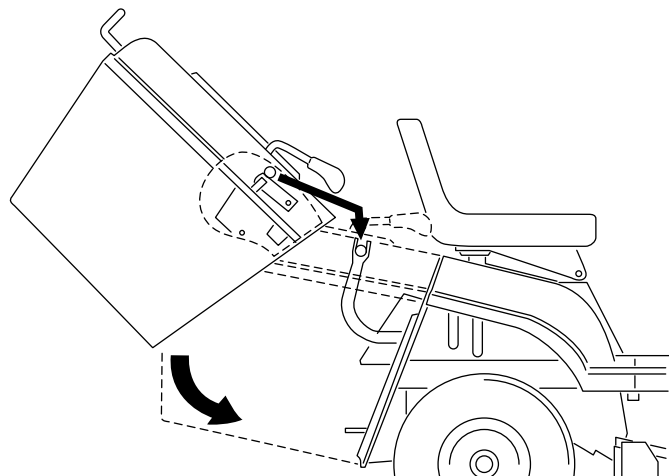

Figura 34
1. Usando ambas manos, incline el recogehierbas hacia adelante (Figura 34).
2. Incline el recogehierbas hacia adelante aproximadamente 40 grados, y deslícelo sobre los dos soportes de la parte trasera de la máquina (Figura 34).